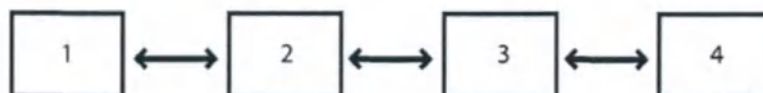

Рисунок 12-1 Режим перемещения курсора для 1 x 4
- ◆ **1 x 4:** выберите эту опцию, если четыре дисплея установлены в ряд. В таком режиме курсор можно перемещать с текущего дисплея на соседние, как показано на рис. 12-1.